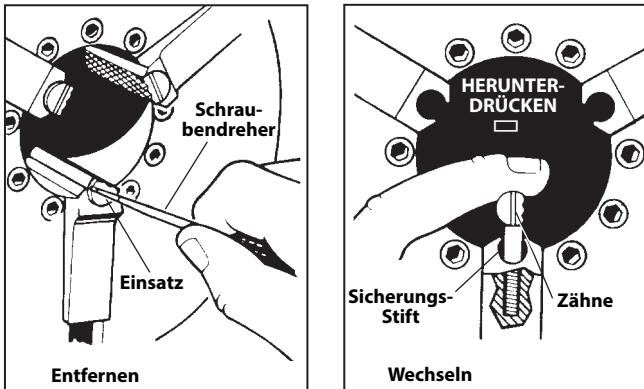

Abbildung 31 – Wechseln der Backeneinsätze
- Einen Schraubendreher in den Schlitz des Einsatzes stecken und in beliebiger Richtung um 90 Grad drehen. Den Einsatz entfernen (Abbildung 31).
- Einsatz seitlich am Fixierstift ansetzen und so weit wie möglich herunterdrücken (Abbildung 31).